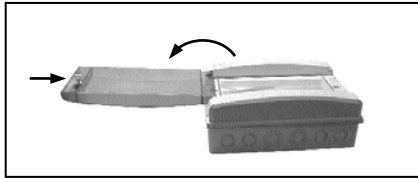

Fig. 1
1. Remove the transparent lid (Fig. 1).